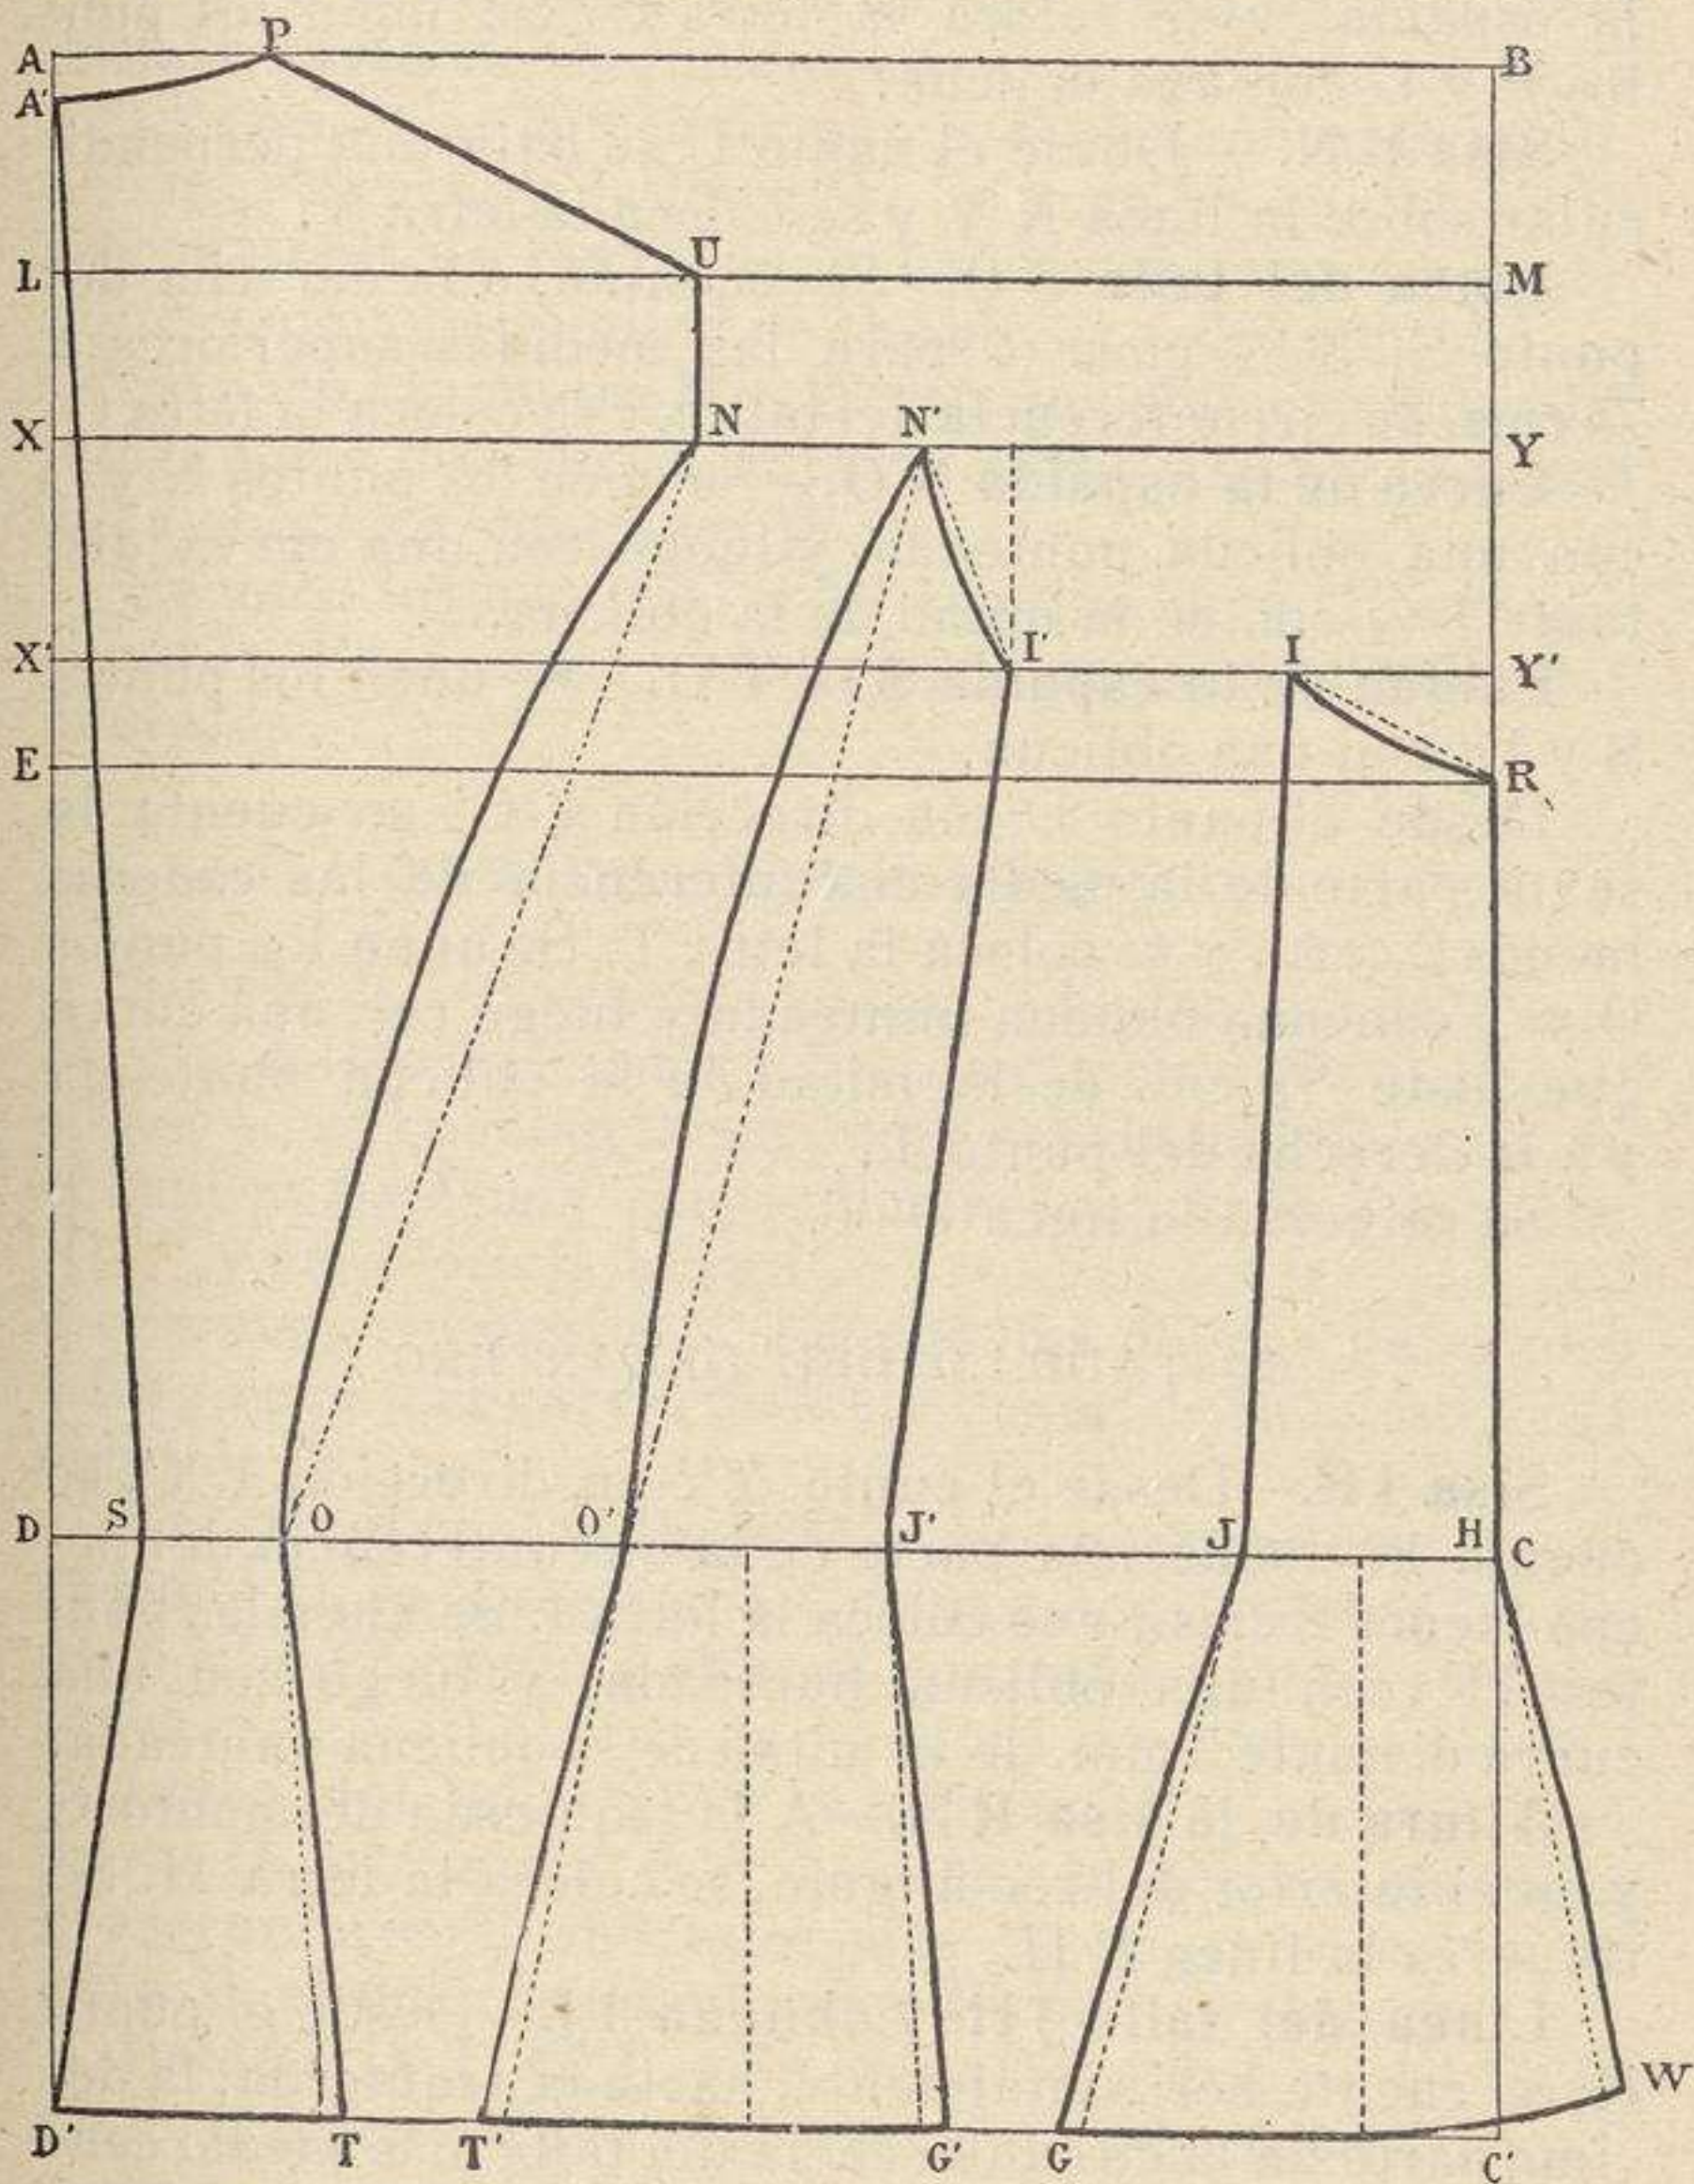

Fig. 47 ( $\frac{1}{5}$  del tamaño real). — Espalda y costadillos.
**Rectángulo A B C' D'.**— Se traza un rectángulo A B C' D' (fig. 47), cuyo largo sea el largo de la espalda más la longitud que se quiere dar al faldón, y cuyo ancho sea el medio ancho de la espalda más la duodécima parte de la circunferencia del pecho (para los dos costadillos) y más 13 cms. para el desarrollo del faldón (1).
**Línea L M.**—Desde el punto A, en dirección á D, se cuenta la décimasexta parte de la circunferencia del pecho (2), y se traza la horizontal L M.
**Línea R E.** — Desde el punto A, en dirección á D, se cuenta la longitud B R del rectángulo de la espalda (fig. 47), y se traza la horizontal R E.